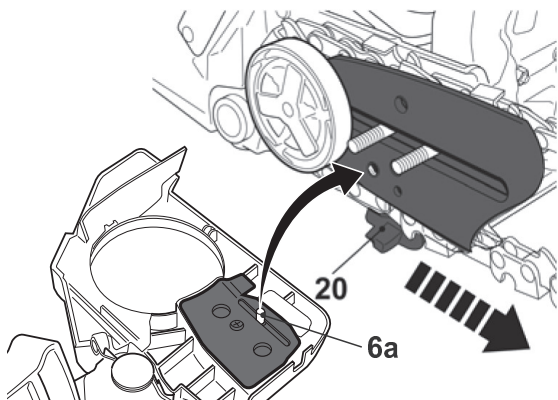

Fig. 7
- > Puxe a lâmina-guia (4) cuidadosamente para o lado direito para pré-apertar a corrente (3) (Fig. 7).